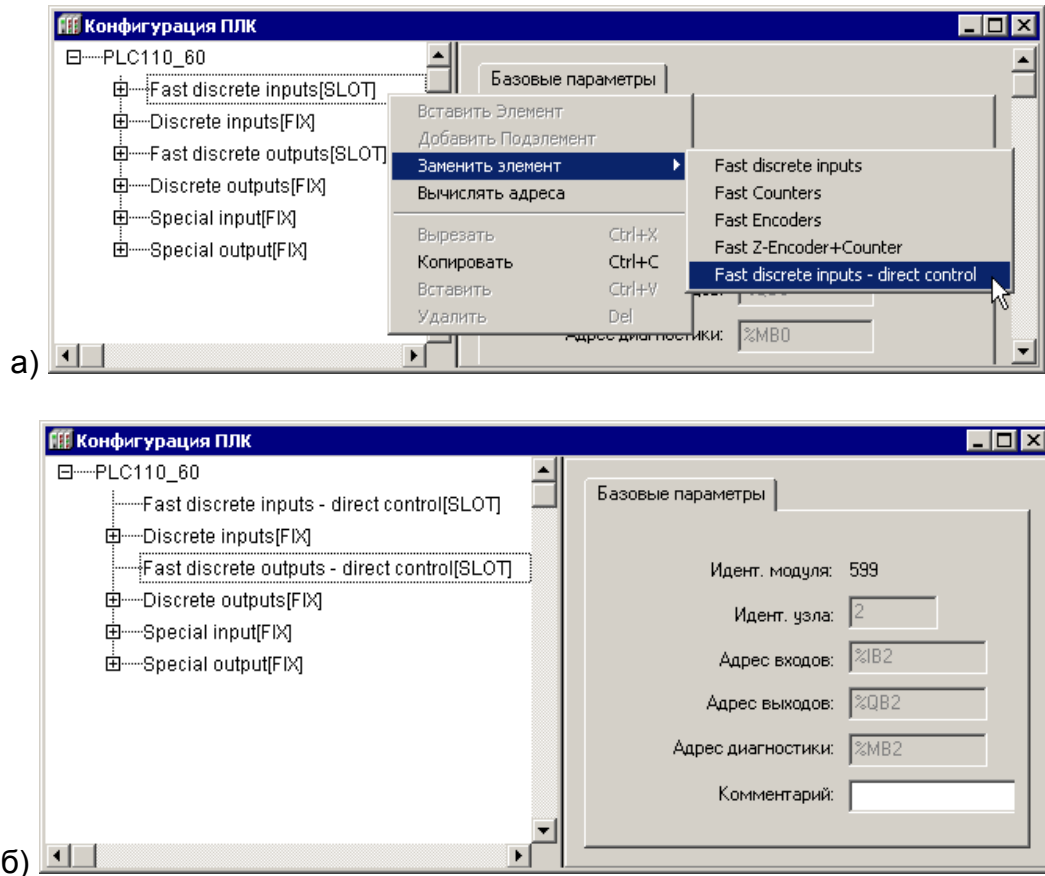

Рисунок 9.3 – Окно режима «Конфигурация ПЛК (PLC Configuration)». Операция (а) и результат (б) замены модулей конфигурации ПЛК
- 6) Перевести «быстрых» дискретные входы и выходы в режим прямого управления (управления из POU). Это следует сделать в связи с тем, что т.к. прерывание таймера вызывается в несколько десятков раз чаще, чем происходит цикл ПЛК, то использовать в POU обработки прерываний таймера значения из области памяти ввода/вывода не имеет смысла. Для исключения ситуации, когда одним и тем же входом или выходом управляет POU обработки прерывания таймера и основная программа ПЛК, следует перевести «быстрые» входы и выходы в специальный режим: режим прямого управления (Direct Control mode). В этом режиме для «быстрых» входов и выходов не выделяется каналов в памяти ввода/вывода. Для перевода выходов в режим прямого управления необходимо перейти в режим «Конфигурация ПЛК (PLC Configuration)» и заменить модуль «Fast Discrete Outputs» на модуль «Fast Discrete Outputs – Direct Control» и модуль «Fast Discrete Inputs» – на модуль «Fast Discrete Inputs – Direct Control» (см. рисунок 9.3).